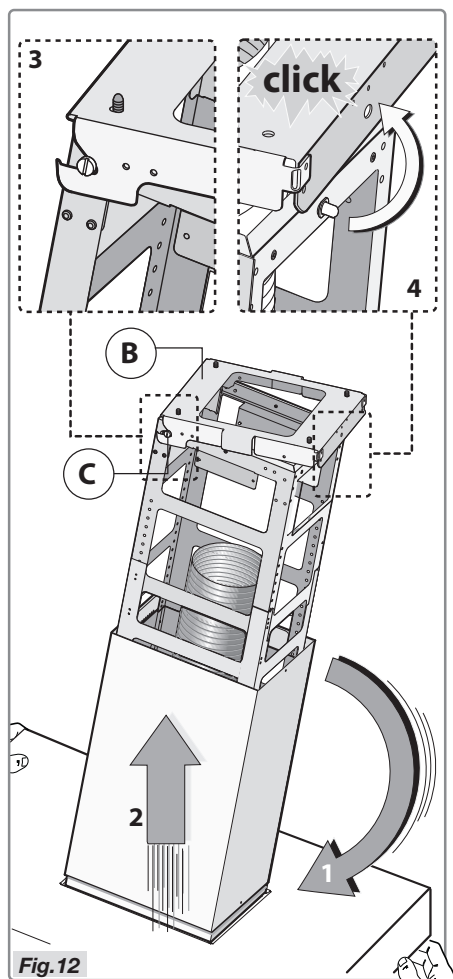

Fig. 12
- Faites basculer la hotte comme indiqué à la Figure 12 – étape 1.
- Utilisez les 2 goujons **C** déjà présents sur le châssis pour accrocher la hotte à l'élément de fixation **B**. Figure 12 – étapes 2-3.
- Fixez la hotte à l'endroit souhaité de façon à ce que la goupille s'enclenche dans le trou de l'élément de fixation **B**. Figure 12 – étape